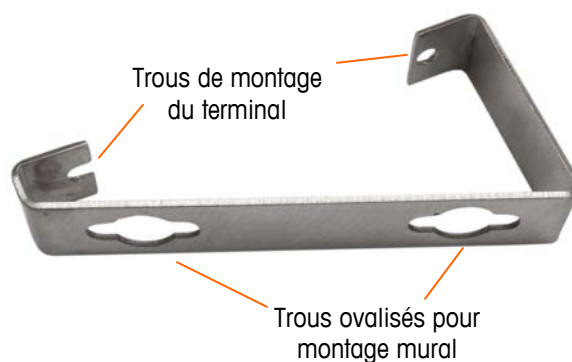
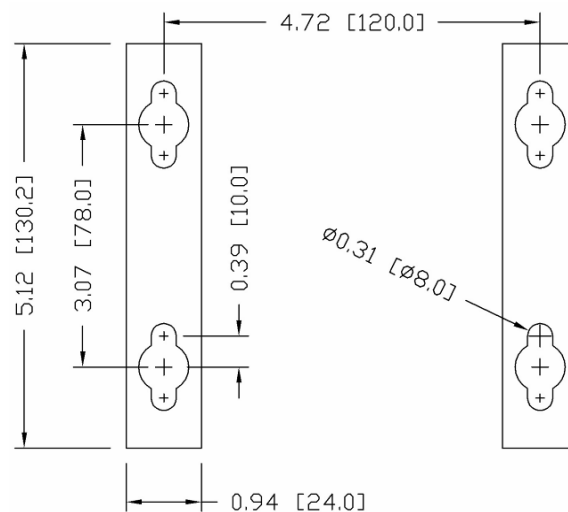

Figure 2-9 : Support pour montage mural
Figure 2-11 : Emplacement des trous de montage
Après avoir fixé les supports à la surface murale, l'enceinte peut être installée à l'aide des quatre vis M5 (fournies). Un support est illustré sur la Figure 2-9 avec les trous ovalisés indiqués. Les vis sont resserrées en plaçant le tournevis par les trous ovalisés.
Marquez un repère pour la position des trous de montage sur la surface verticale selon les dimensions indiquées sur la Figure 2-11 en pouces et [mm], ou en maintenant le terminal contre la surface et en marquant par les trous des supports.
8. Desserrez les boulons suffisamment pour laisser de l'espace à leur tête et permettre à la rondelle plate d'engager le centre supérieur de l'un des trous fendus dans les supports de montage (voir la Figure 2-9 et la Figure 2-11).
11. Desserrez les boulons suffisamment pour leur permettre ainsi qu'aux rondelles d'engager le centre supérieur de l'un des trous fendus dans les supports de montage (voir la Figure 2-9 et la Figure 2-11).
Installez la vis et la rondelle, en laissant suffisamment d'espace pour le trou fendu dans le support – voir la Figure 2-9 et la Figure 2-11.
Placez les trous dans les supports du terminal sur les fixations et faites glisser le terminal vers le bas de manière à ce que chaque fixation et rondelle s'engagent dans les fentes du support (voir la Figure 2-9).